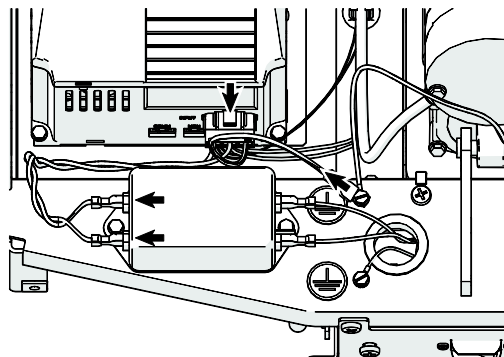

Рисунок 6
1. Отсоедините кабель питания от привода, фильтра питания и вывода заземления. Затем полностью вытащите его из беговой дорожки (см. рис. 6).